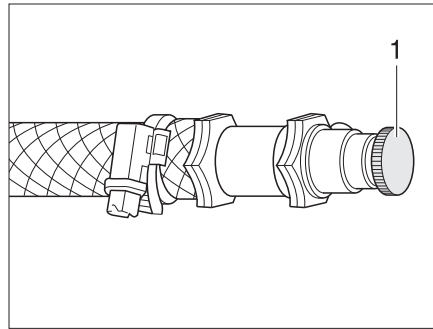

Fig. 164 Válvula de purga de la calefacción de agua caliente
- Abrir la válvula de purga (Fig. 164,1) y dejarla abierta hasta que deje de salir aire.